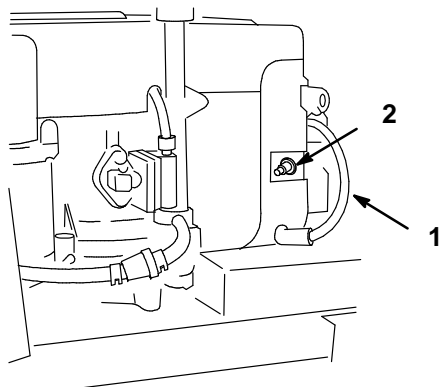

Figure 23
3. Débrancher le(s) fil(s) de la/des bougies (Fig. 23). Nettoyer tout autour des bougies pour éviter l'introduction de saleté dommageable pour le moteur.
3. Reconnecter les fils des bougies (Fig. 23).